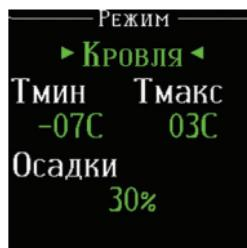

Рис. 15. Редактирование настроек меню
- кратковременно нажимайте энкодер до подсветки требуемой настройки (рис. 15).